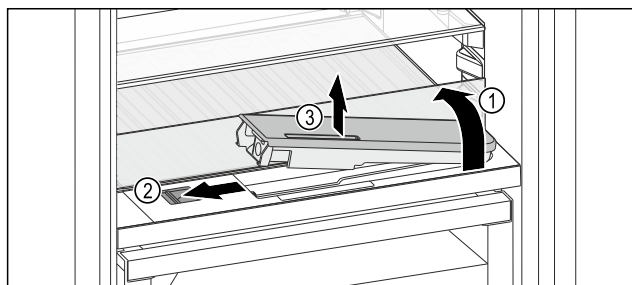

Fig. 172
- Glasplaat heffen en tot de aanslag naar achter klappen Fig. 172 (1).
- Schuif Fig. 172 (2) naar links schuiven.
- Waterreservoir eruit halen Fig. 172 (3).